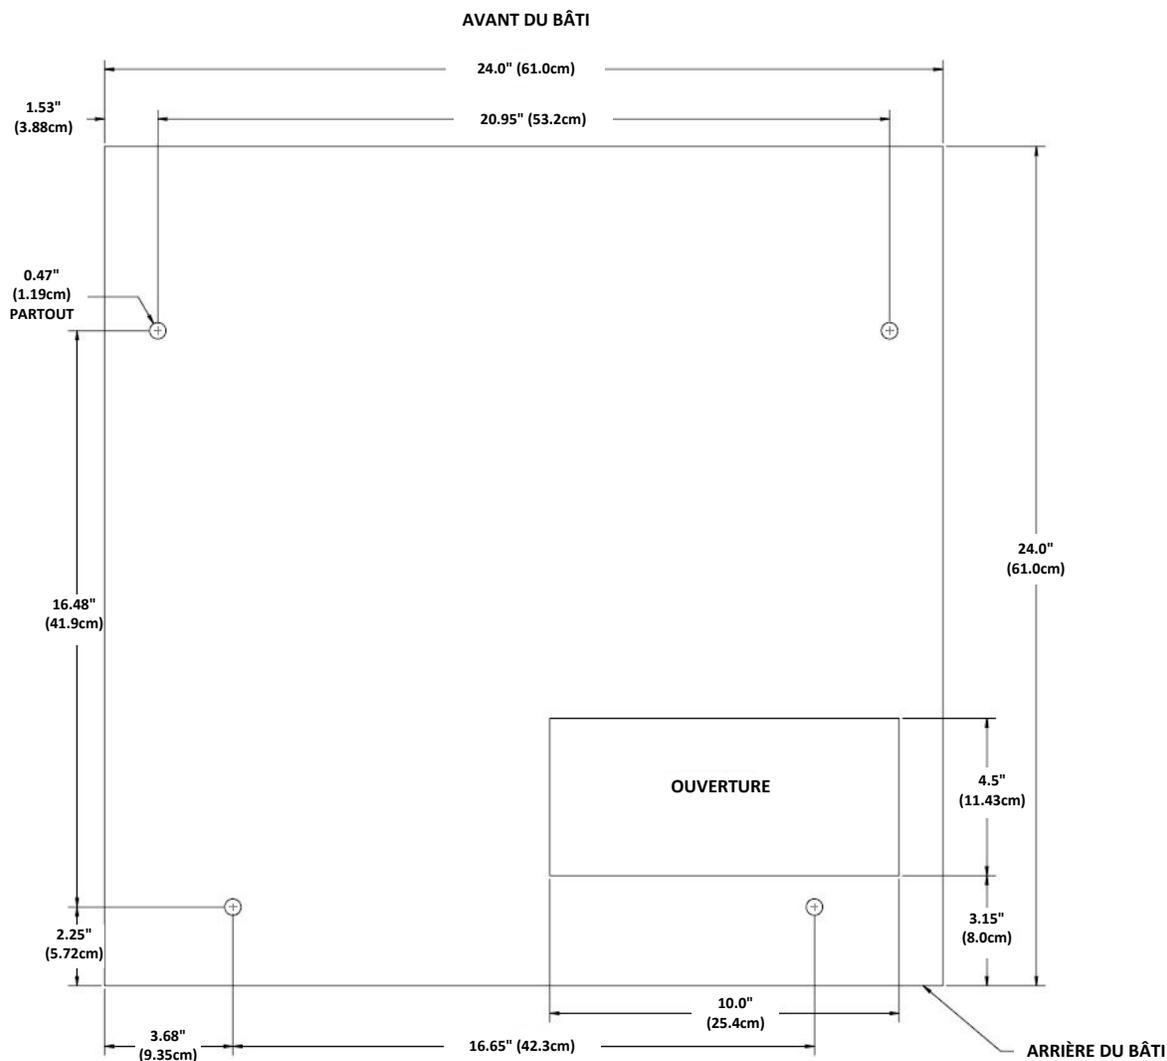

Figure 8
- b. Couper les dales de la manière illustrée à la figure 8.